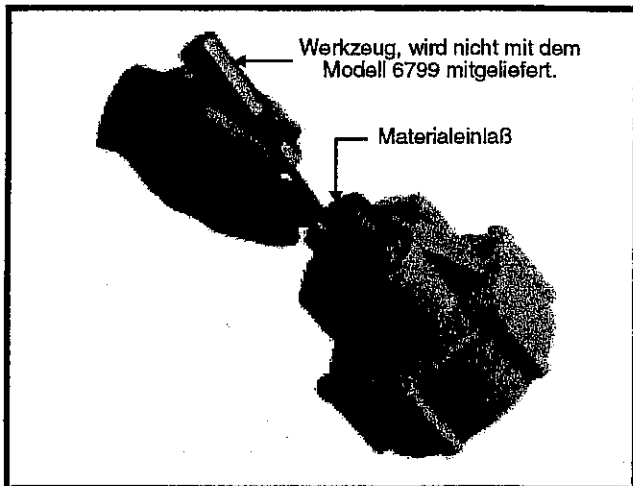

Abbildung 12: Überprüfung des Materialeinlasses
6. Entfernen Sie das Einlaßrohr, und sehen Sie durch das Materialeinlaßloch, um zu sehen, ob das untere Saugventil nicht wegen Verunreinigungen oder Fremdmaterial aufsitzt. (Abbildung 12) Das Ventil freisetzen und reinigen, falls es blockiert ist.